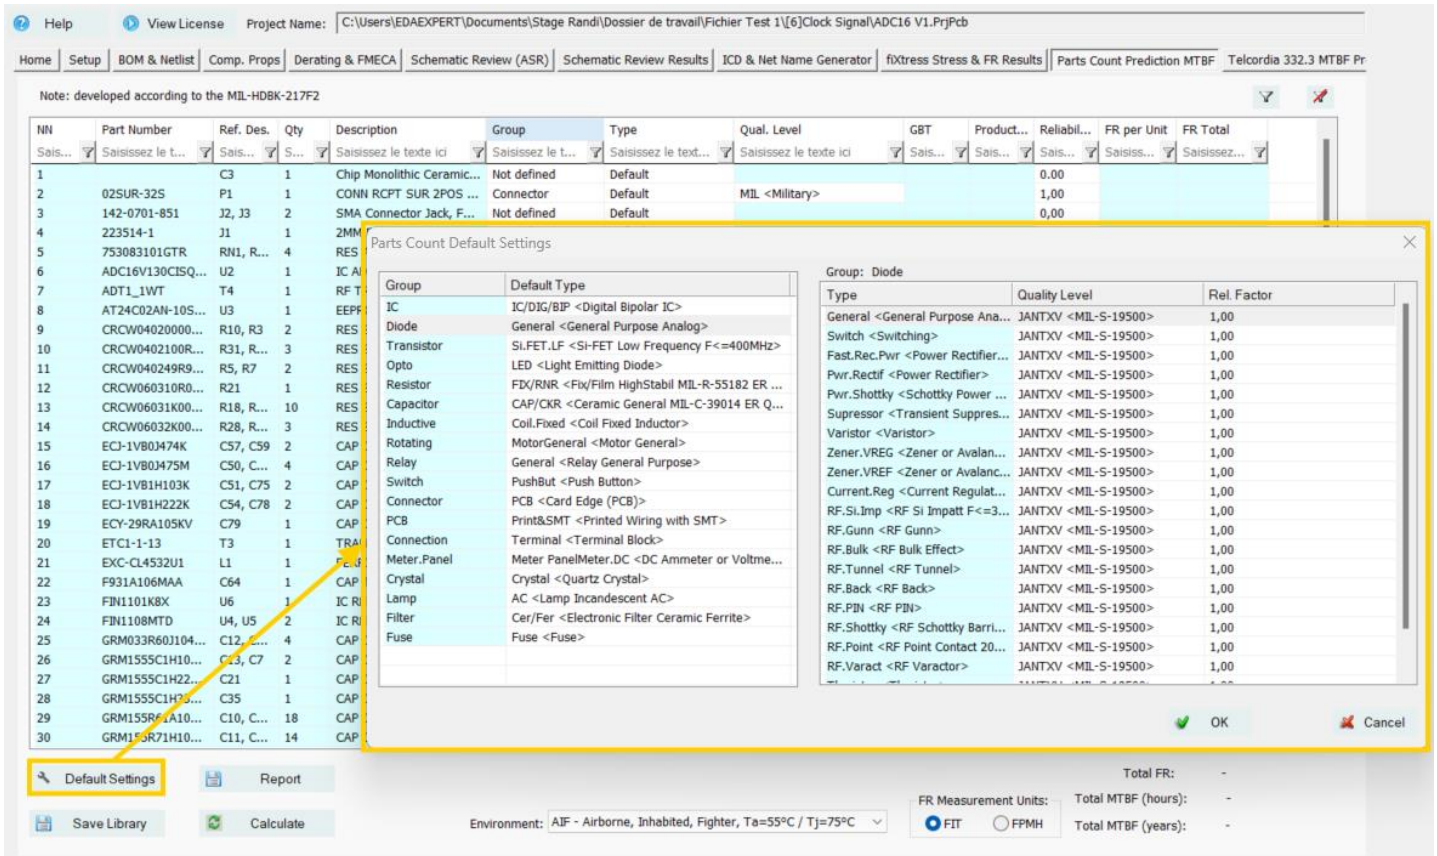

Figure 45. Bouton Default Setting
**Save Library** permet de sauvegarder, **Calculate** permet de lancer le calcul des taux de défaillance et de MTBF, **Report** permet d'exporter un rapport de prédiction de fiabilité. Le bouton **Default Settings** permet d'ouvrir une fenêtre **Parts Count Default Setting** (Figure 45), qui permet de régler les configurations par défauts du type de composant pour un groupe donné, ainsi que sa qualité pour un type de composant donné.